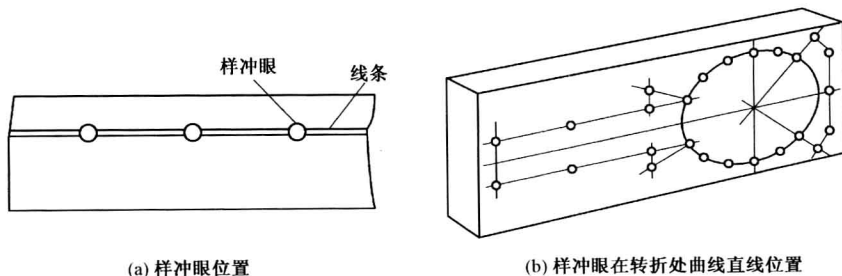

图 1-19 打样冲眼的位置
(1)位置要准确,中心不可偏离线条。样冲眼位置如图 1-19(a)所示。
(2)线条交叉转折处必须冲眼,在曲线上冲眼距离要小些,在直线上冲眼距离要大些。样冲眼在转折处曲线直线位置如图 1-19(b)所示。